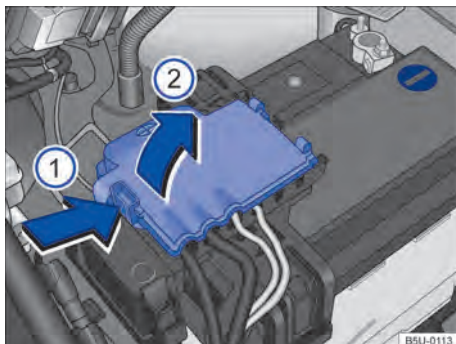

Fig. 185 Compartimento do motor: acesso ao terminal positivo da bateria.
- Abrir a cobertura do polo positivo. Para abrir pressionar a trava no sentido da seta ⇒ **Fig. 185** ①, rebater a cobertura para o lado no sentido da seta ②.
- Conectar uma extremidade do cabo auxiliar de partida **vermelho** ao polo positivo (+) do veículo com a bateria do veículo descarregada (A) ⇒ .
- Conectar a outra extremidade do cabo auxiliar de partida **vermelho** ao polo positivo (+) da bateria do veículo fornecedora de corrente (B).